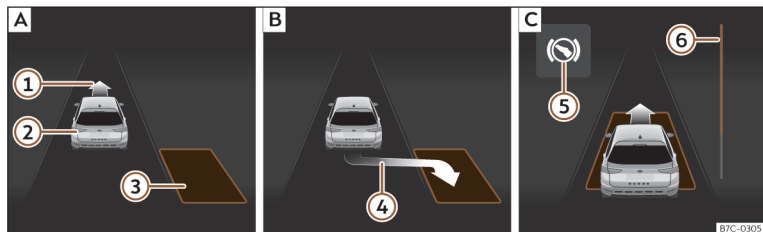
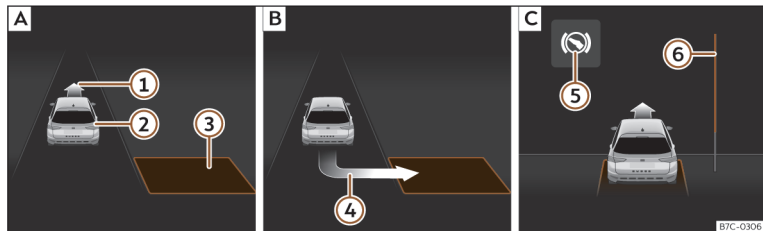

Fig. 134 Sur l'écran du combiné d'instruments : stationner en créneau. **A** : Chercher une place de stationnement. **B** : Position pour stationner. **C** : Manœuvrer.
Fig. 135 Sur l'écran du combiné d'instruments : stationner en bataille. **A** : Chercher une place de stationnement. **B** : Position pour stationner. **C** : Manœuvrer.
stationner >>> **fig. 134 B** ou >>> **fig. 135 B** a été atteinte. La place sera considérée comme « appropriée » si l'indication de stationnement (④) apparaît à l'écran du combiné d'instruments.
- Reculez jusqu'à ce que retentisse le signal continu du ParkPilot ; **OU** : reculez jusqu'à ce que l'indication de passer en marche avant >>> **fig. 134** [C] ou >>> **fig. 135** [C] apparaisse à l'écran du combiné d'instruments ; **OU** : reculez jusqu'à ce que le message **Park Assist terminé** apparaisse à l'écran du combiné d'instruments. La barre de progression ⑥ indique la distance à parcourir.
- Reculez jusqu'à ce que retentisse le signal continu du ParkPilot ; **OU** : avancez jusqu'à ce que l'indication de passer en marche arrière apparaisse sur l'écran du combiné d'instruments. Le système de stationnement assisté dirige le véhicule en marche avant et en marche arrière jusqu'à ce qu'il soit centré sur la place >>> **fig. 134** [C] ou >>> **fig. 135** [C].
La barre de progression >>> **fig. 134** ⑥ et >>> **fig. 135** ⑥ affiche symboliquement la distance relative qu'il reste à parcourir sur l'écran du combiné d'instruments. Plus la distance est grande, plus la barre de progression est remplie. En circulant en marche avant, le contenu de la barre de progression diminue vers le haut, et en circulant en marche arrière, il diminue vers le bas.